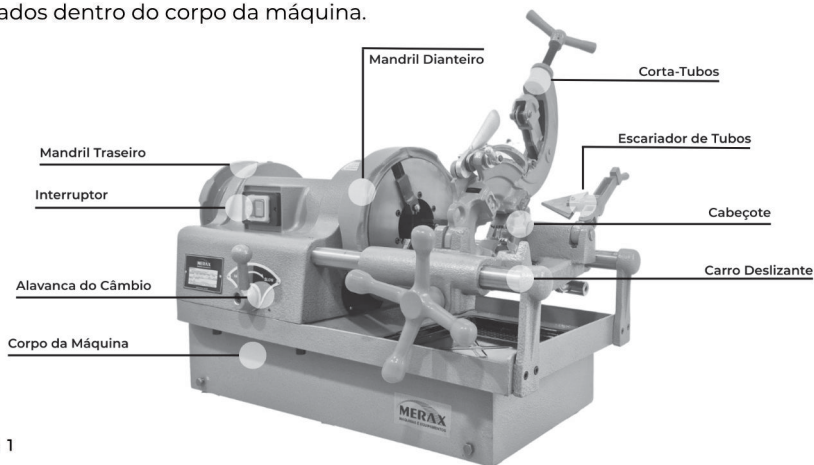

Figura 1
2. Remova o Cabeçote do carro (Figura 1), solte a porca do cabo e gire a placa até a posição máxima da escala;